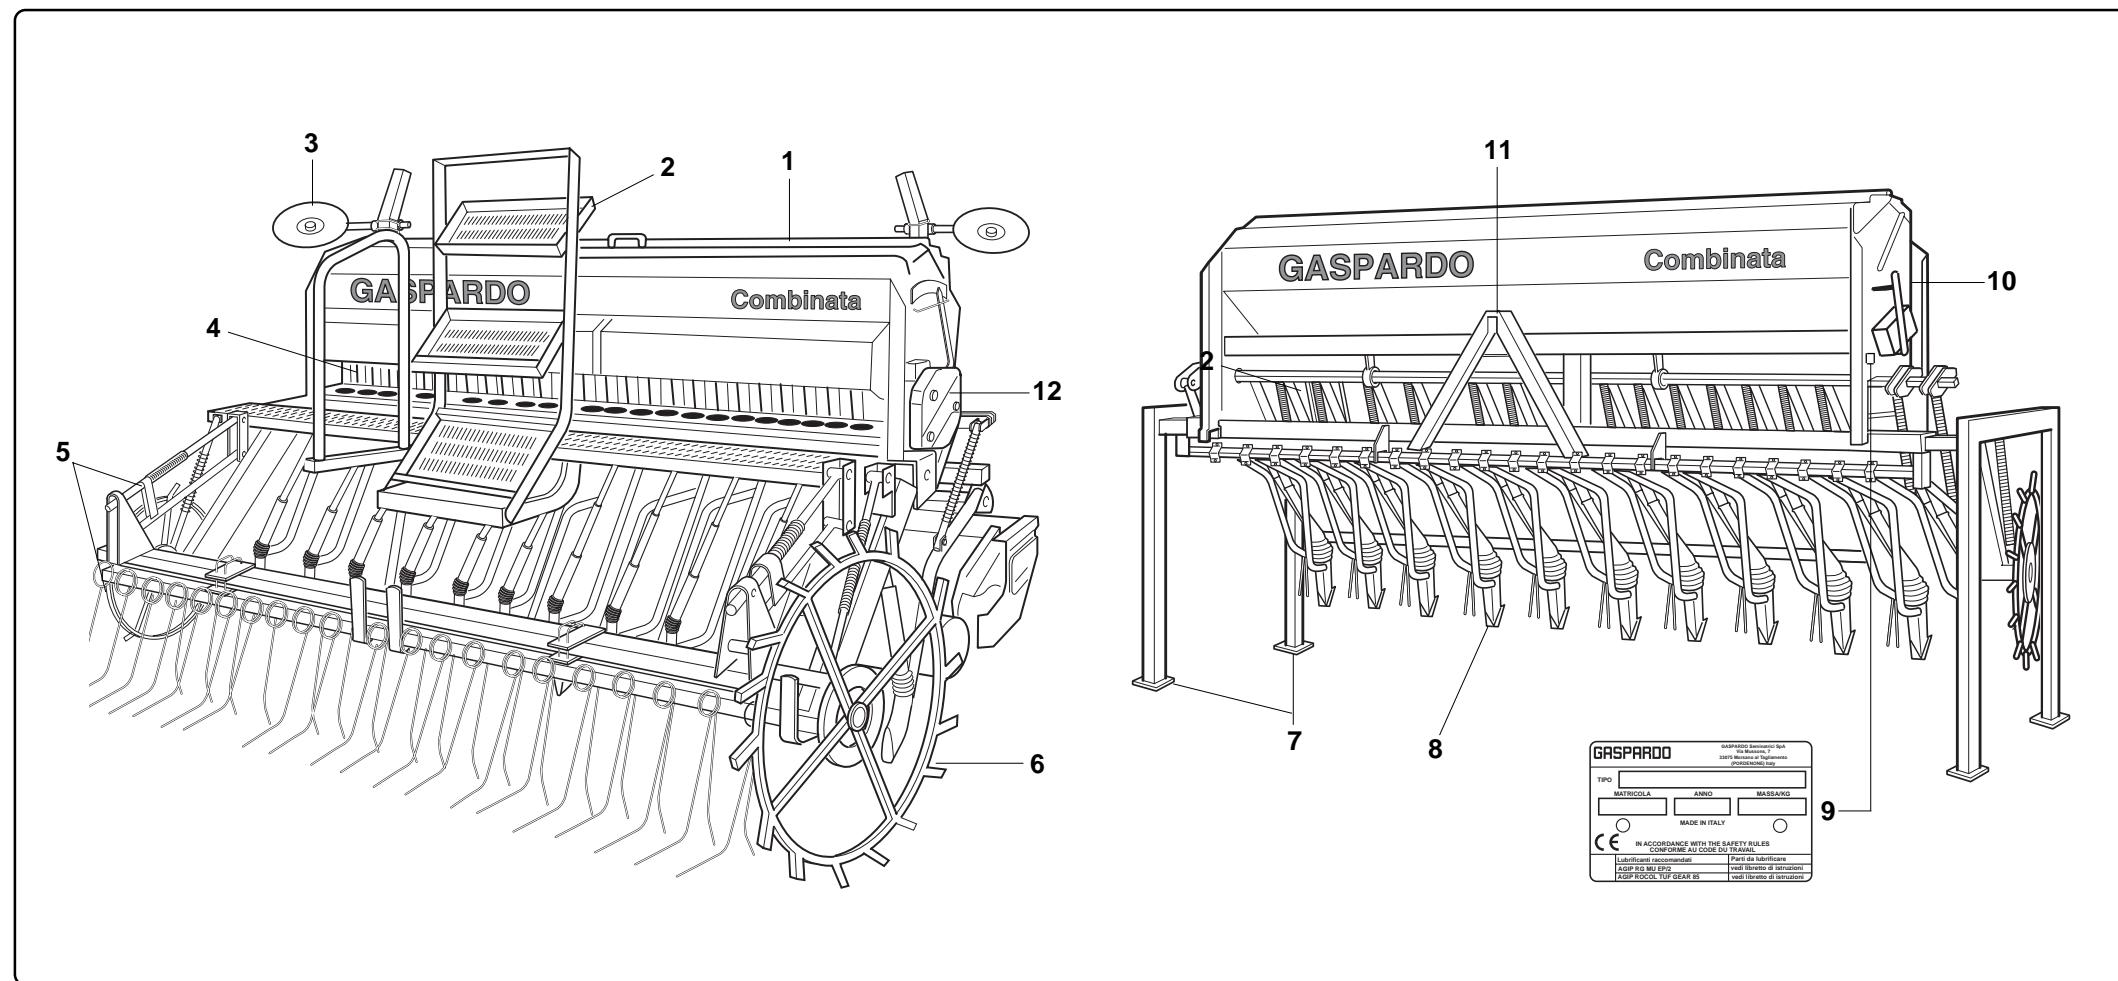

Fig. 1
paranco o grù idonei e di sufficiente portata. Questa operazione, per la sua pericolosità, è necessario venga eseguita da personale preparato e responsabile. La massa della macchina è evidenziata nella targhetta di identificazione (9 Fig. 1). Tendere la fune per livellare la macchina.
*sufficient capacity. Because of the danger involved, this operation should be carried out by trained and responsible personnel. The mass of the machine is on the identification Plate (9 fig. 1).*
eigneten Aufzug oder Kran mit ausreichender Tragkraft gehoben werden. Diese gefährliche Arbeit muss absolut durch geschultes und haftendes Personal ausgeführt werden. Das Maschinengewicht kann dem Identifizierungsschild (9 Abb. 1) entnommen werden. Zum Ausrichten der Maschine das Seil spannen.
*grue appropriée ayant une capacité suffisante. Cette opération, qui est dangereuse, sera effectuée par un personnel expert et responsable. La masse de la machine apparaît dans la plaque d'identification (9 Figure 1).*
diente aparejo o grúa idóneos con suficiente capacidad. Esta operación, debido a su peligrosidad, deberá ser realizada por personal capacitado y responsable. El peso de la máquina está indicado en la placa de identificación (9 Fig. 1).
Ogni singola attrezzatura, è dotata di una targhetta di identificazione (9 Fig. 1), i cui dati riportano:
*Each single piece of equipment, is equipped with an identification plate (9 fig. 1), which bears:*
Jedes einzelne Gerät ist mit einem Identifizierungsschild (9 Abb. 1) ausgestattet, mit folgenden Angaben:
*Chaque équipement est doté d'une plaque d'identification (9 Figure 1) dont les données indiquent:*
Cada equipo está provisto de una tarjeta de identificación (9 Fig. 1), en la que se encuentran: